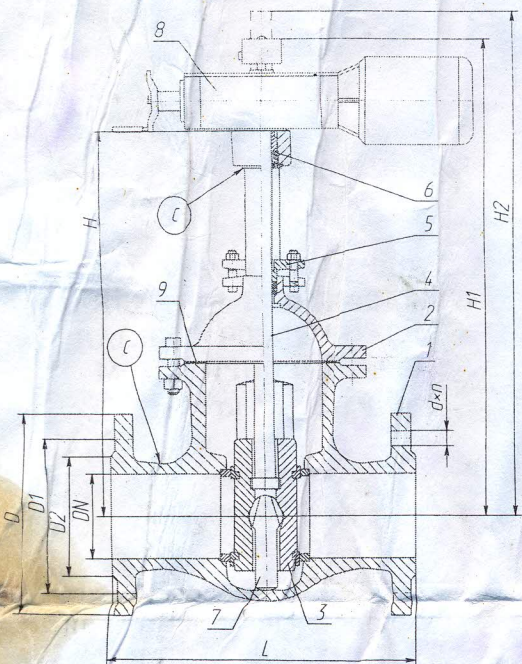

Рис.1
3.1. Задвижка (рис. 1) состоит из следующих основных деталей: корпуса 1, крышки 2, дисков 3, шпинделя 4, сальника 5, втулки кулачковой 6, клина 7, электропривода 8.
Места строповки © указаны на Рис. 1.